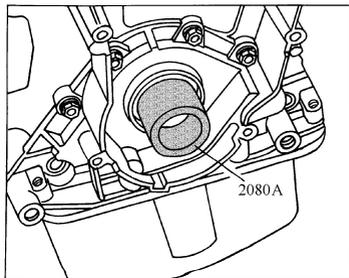

图 2-51 将 2080A 装到曲轴轴颈上
① 维修时，只脱开凸轮轴带轮上的传动带。
② 转动凸轮轴时，曲轴不可处于上止点，否则会损坏气门/活塞顶。
③ 发动机处于冷态和暖态均可调整。
1) 将凸轮轴带轮上的标记对准气缸盖罩上的标记(图 2-51)。
- 2) 将导向套筒 2080A 装到曲轴轴颈上(图 2-51)。